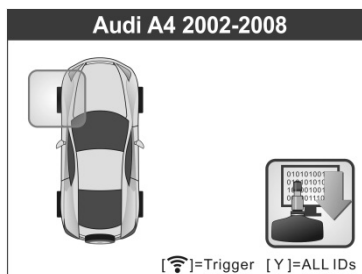

Abbildung 4.8
- Das Funktionssymbol **TPMS Erneut lernen** in der oberen rechten Bildschirmcke wird nicht von allen Fahrzeugen unterstützt, der Prozess der Sensoraktivierung bleibt jedoch gleich. Bei Fahrzeugen, die die Funktion „Erneut lernen“ nicht unterstützen, wird der Aktivierungsbildschirm wie in Abbildung 4.8 angezeigt. Detaillierte Informationen über „TPMS Erneut lernen“ finden Sie in Abschnitt 4.2 TPMS Erneut lernen.